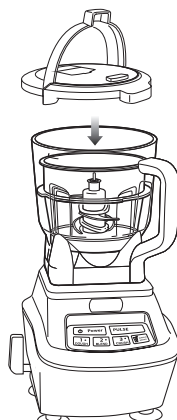

Fig. 4
- 6 En tenant le couvercle par la poignée et en position verticale, déposez-le sur le bol de 8 tasses (64 oz) en alignant la flèche (▼) sur le couvercle avec la flèche (▲) de la poignée du bol. (Fig. 4) Enfoncez la poignée jusqu'à ce que vous entendiez un clic.